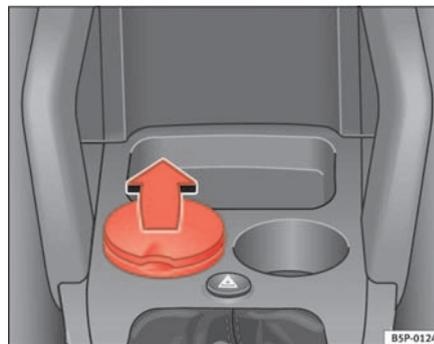

Abb. 113 Aschenbecher im Getränkehalter vorne
- Zum Öffnen des Aschenbechers den Deckel anheben ⇒ Abb. 113